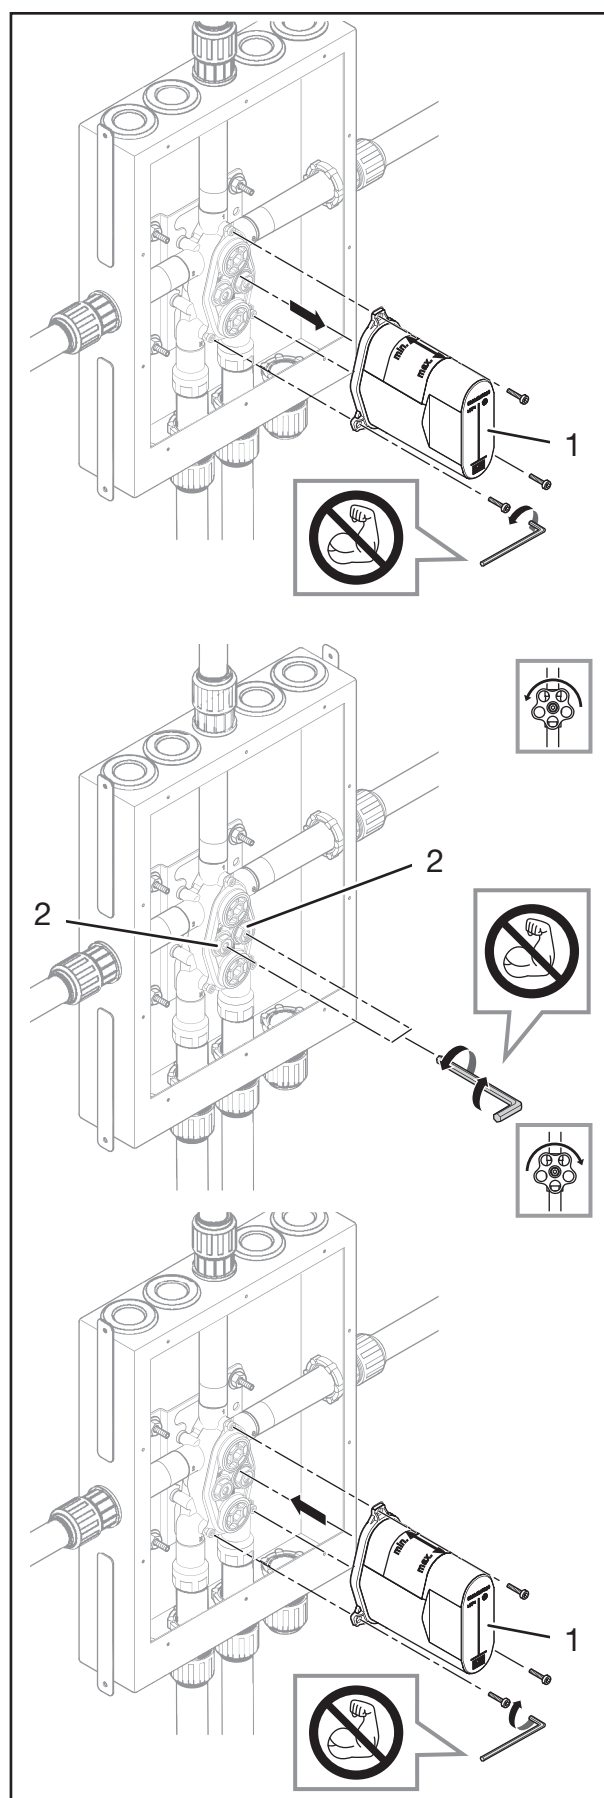

Fig. 11: Spolning av varm- och kallvatten
1. Ta bort skruvarna från skyddslocket på blandaren (fig. 11/1) med hjälp av en 4 mm insexnyckel.
2. Ta bort skyddslocket från blandaren (fig. 11/1).
3. Stäng avstängningsventilerna för kall- och varmvatten (fig. 11/2) i blandaren med hjälp av en 5 mm insexnyckel.
5. Öppna avstängningsventilerna för kall- och varmvatten (fig. 11/2) i blandaren med hjälp av en 5 mm insexnyckel.
8. Stäng avstängningsventilerna för kall- och varmvatten (fig. 11/2) i blandaren med hjälp av en 5 mm insexnyckel.
9. Positionera skyddslocket på blandaren (fig. 11/1).
10. Skruva fast skyddslocket på blandaren (fig. 11/1) med hjälp av en 4 mm insexnyckel.